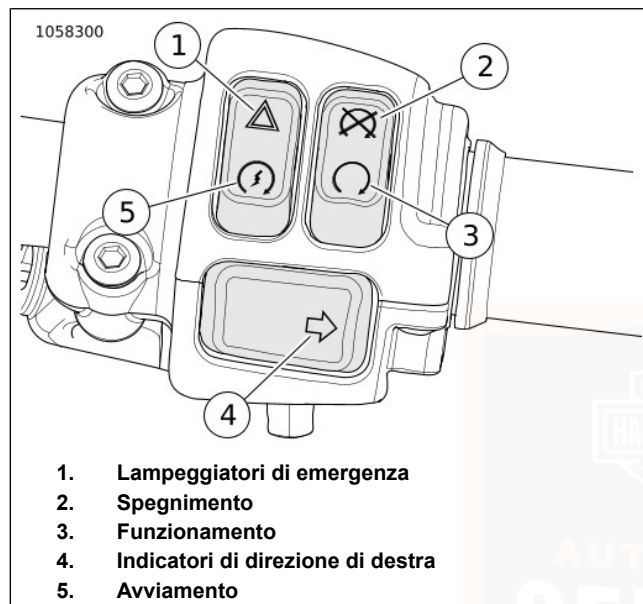

Figura 27. Interruttori dei comandi di destra
2. Vedere Figura 27. Portare l'interruttore di ARRESTO/FUNZIONAMENTO su FUNZIONAMENTO (3).